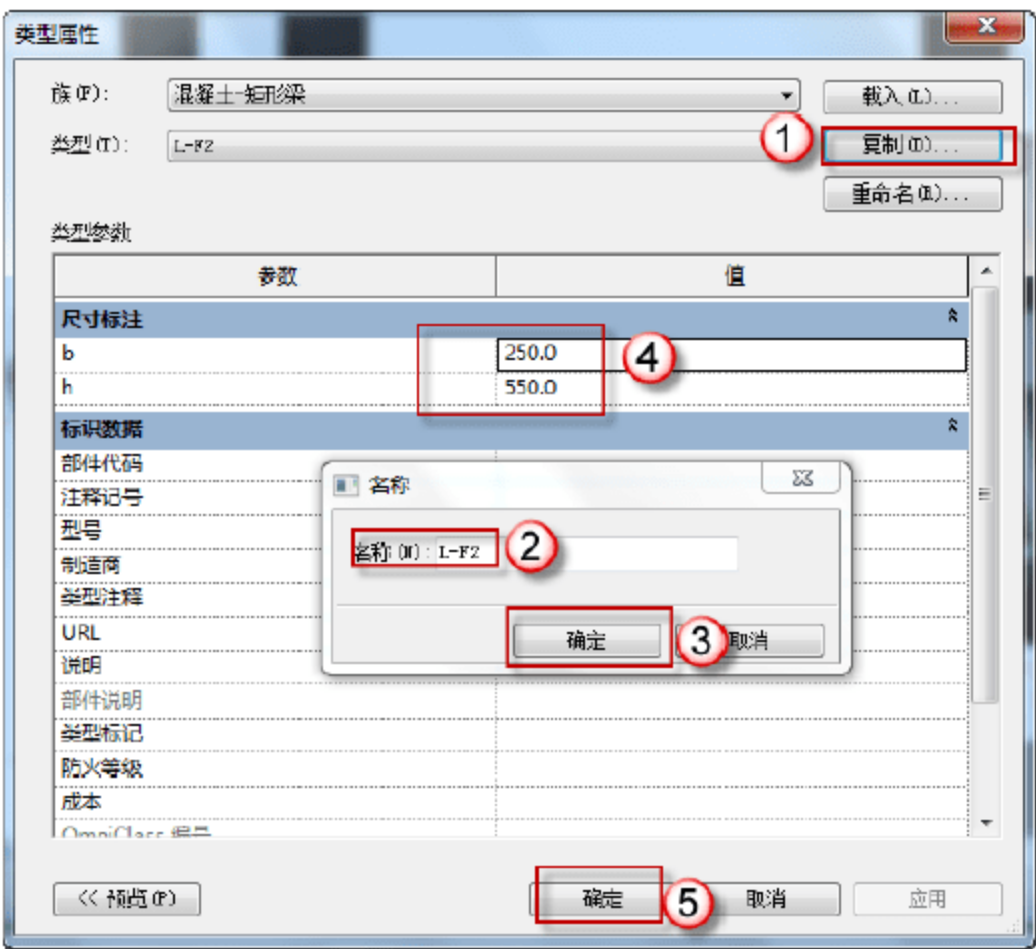

图 3.2.21 编辑 L-F2 信息
(6) 设置 L-F2。选择“结构”→“梁”→“编辑类型”命令，在弹出的“类型属性”对话框中，单击“复制”按钮，在弹出的对话框中输入 L-F2，单击“确定”按钮。在“尺寸标注”栏中输入 b、h 的尺寸，单击“确定”按钮，如图 3.2.21 所示。